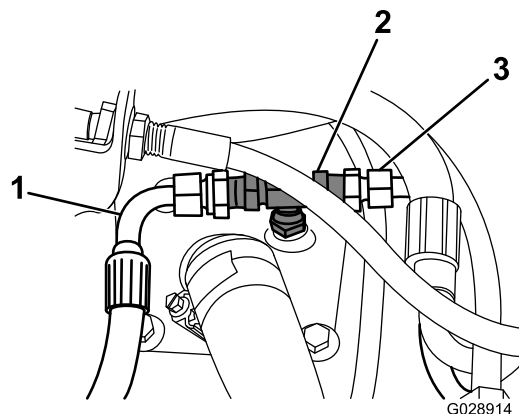

Figure 3
9. Branchez le flexible de vidange (3/8 po) de l'opération 3 à l'adaptateur (Figure 3).